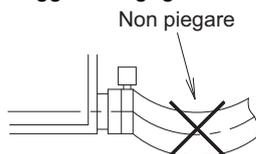

Fig. 26
- Non piegare il tubo flessibile di scarico (1) nell'unità interna. (Fare riferimento alla Fig. 26) (Ciò potrebbe causare rumori anomali, come gorgogliamenti.) (L'eventuale piegamento del tubo flessibile di scarico (1) potrebbe danneggiare la griglia di aspirazione.)